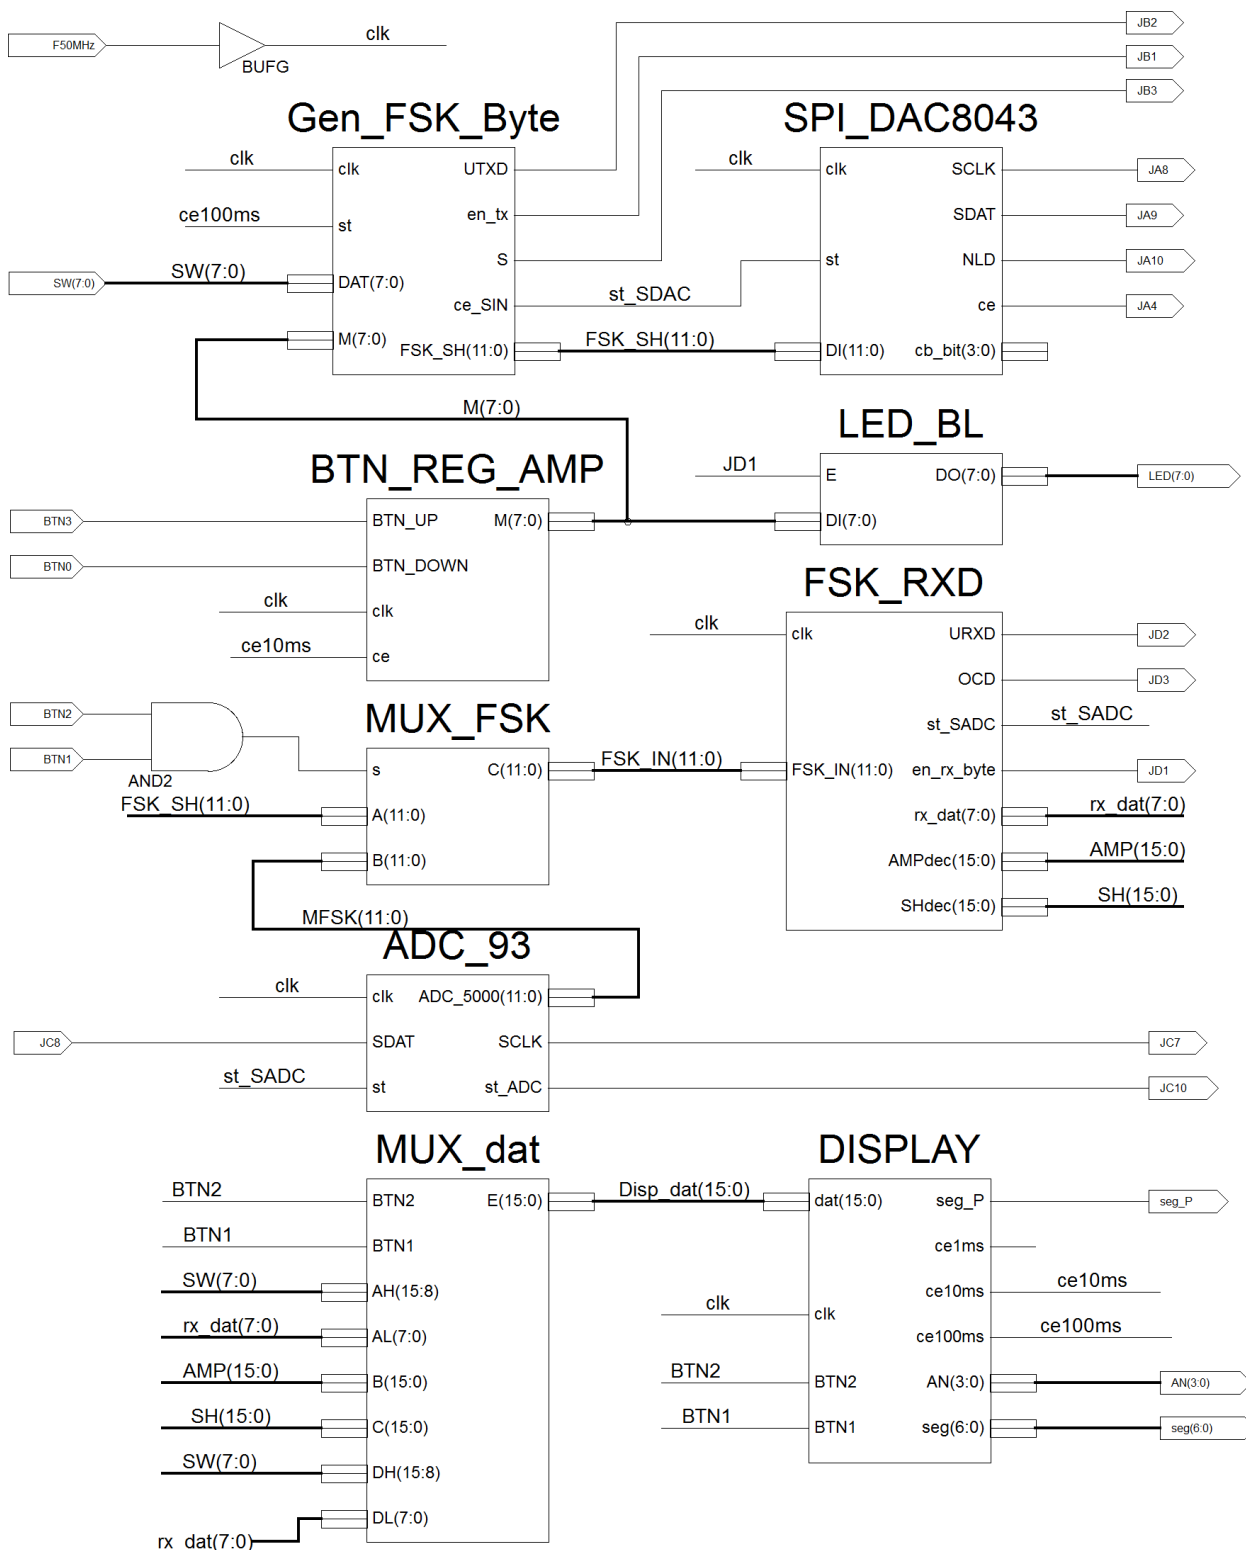

Рис. 3 Схема лабораторной работы S_Sch_Lab414_N93
Для схемы **S_Sch_Lab414_NS93** (рис.3) дополнительно создать модули и символы:
5.1 Создать лист схемы **S_Sch_Lab414_N93** (New Source - Schematic). Из созданных символов составить схему рис.3. Выполнить синтез (Synthesize - XST), исправить ошибки.